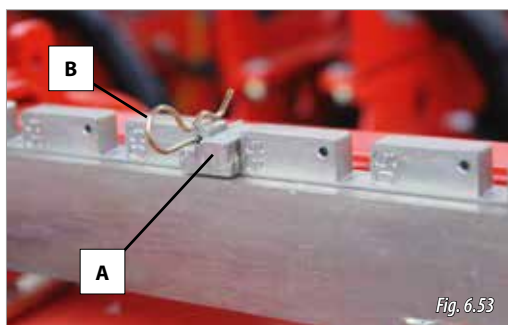

Fig. 6.53
Pour régler l'écartement, positionnez les **6 butées d'ouverture entre rangs** (A, Fig. 6.53) à la distance voulue indiquée par les mâts des éléments (mâts rouges, Fig. 6.52). Pour régler l'inter-rang, procédez comme suit :
- 1- Retirez la goupille (B, Fig. 6.53).
- 2- Retirez la butée d'ouverture (A, Fig. 6.53).